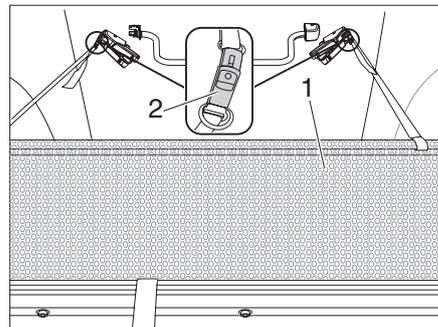

Fig. 37 Sicura anticaduta
- ▶ Estrarre la sicura anticaduta (Fig. 37,1) da sotto il materasso.
- ▶ Fissare la sicura anticaduta al tetto sollevabile con la fibbia per cinghia (Fig. 37,2).
- ▶ Sbloccare la fibbia per cinghia (Fig. 37,2).
- ▶ Stivare la sicura anticaduta (Fig. 37,1) sotto il materasso.